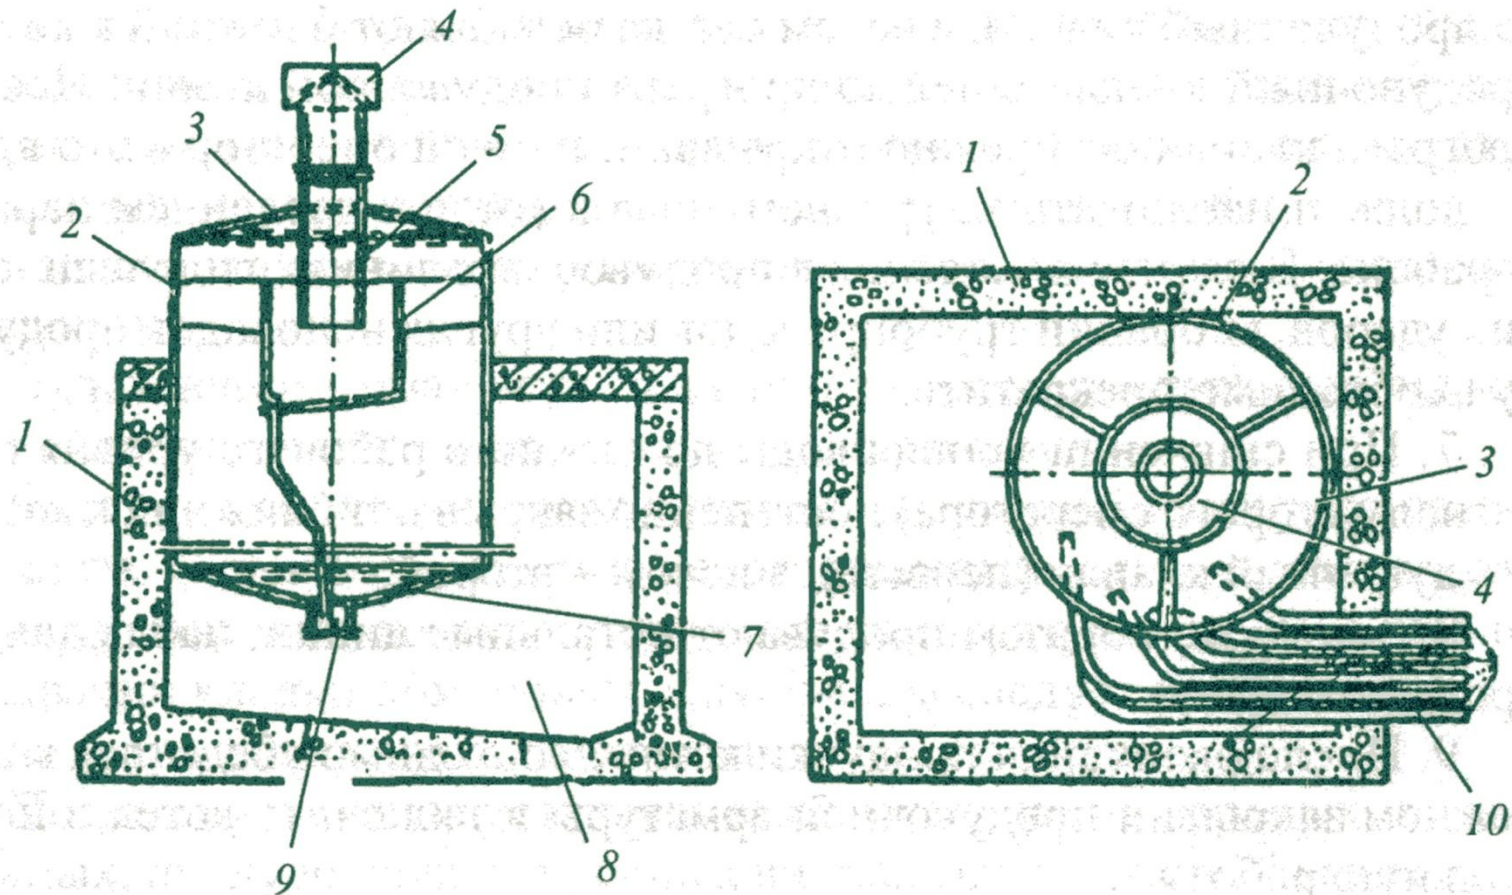

Рис. 137. Продувочный колодец (барботер):
- Периодическая продувка осуществляется через определенный промежуток времени и служит для удаления шлама и грязи из коллекторов. Продувка проводится кратковременно, но с большим выбросом котловой воды, захватывающей при своем движении шлам, находящийся в коллекторах, и выносит его в так называемый *расширитель (барботер)* (рис. 137), предназначенный для охлаждения котловой воды. Охлаждение осуществляется смешиванием котловой воды с холодной водопроводной водой до температуры 60-70 °С, при которой воду можно выпускать в канализацию.